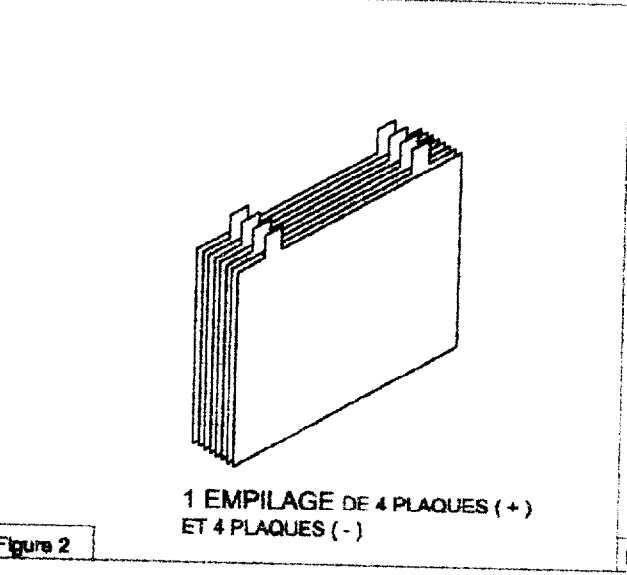

Figure 2
- Les plaques (-) et (+) sont empilées alternativement par groupe de 8 [4(+) et 4 (-)] (voir figure 2).